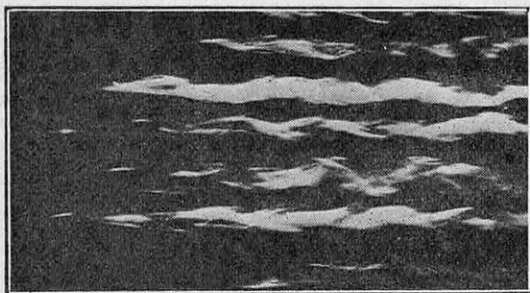

FIG. 7. — TOURBILLONS EN BANDES ALLONGÉES RÉALISÉS AU LABORATOIRE
*Cette formation nuageuse très caractéristique présente d'étroites analogies avec les tourbillons de la figure 7 réalisés au laboratoire et peuvent s'observer fréquemment dans le ciel par vent très fort.*